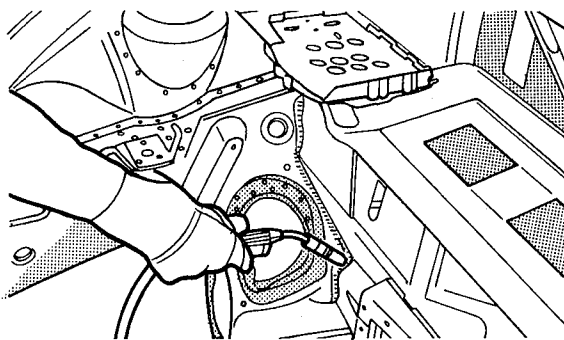

fig. 99
9. Soldar o novo conjunto longarina dianteira/saia à parte superior do painel de fogo e respectiva travessa (fig. 99)